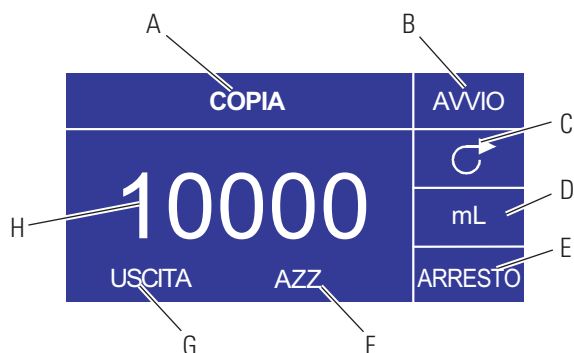

Figura 3-8. Schermata impostazione COPIA
- D. **Schermata Numero copie:** fare riferimento alla Figura 3-8 Schermata Impostazione copia